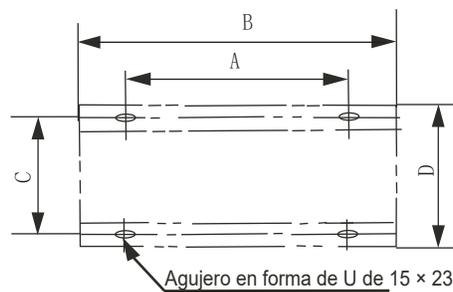

Figura 12
- Para garantizar que todos los puntos de contacto estén seguros por igual, las bases deben estar completamente niveladas. El diseño de la base debe garantizar que los puntos de las bases de las unidades diseñados para soportar el peso estén totalmente soportados. Los espacios de los pernos deben ser de acuerdo con la figura 12 y la Tabla 4.